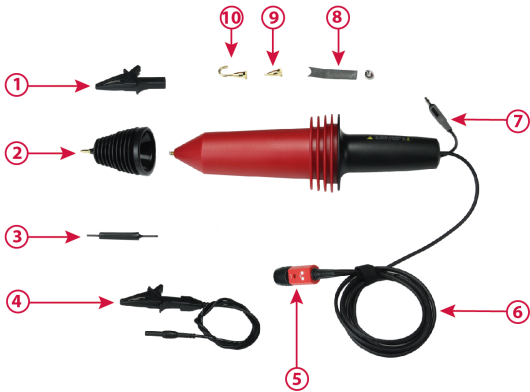

Abbildung 1: Zubehörteile für die CT4028 Sonde
5. Um den besten Frequenzgang zu erreichen, wenn Frequenzen > 40 MHz gemessen werden, sollten nur der Hauptschutzleiter und die Krokodilklemmen verwendet werden. (Abbildung 1). Für Frequenzen < 40 MHz kann das Erdungsverlängerungs-kabel verwendet werden und vermittelt somit eine verbesserte Reichweite für die Sonde.